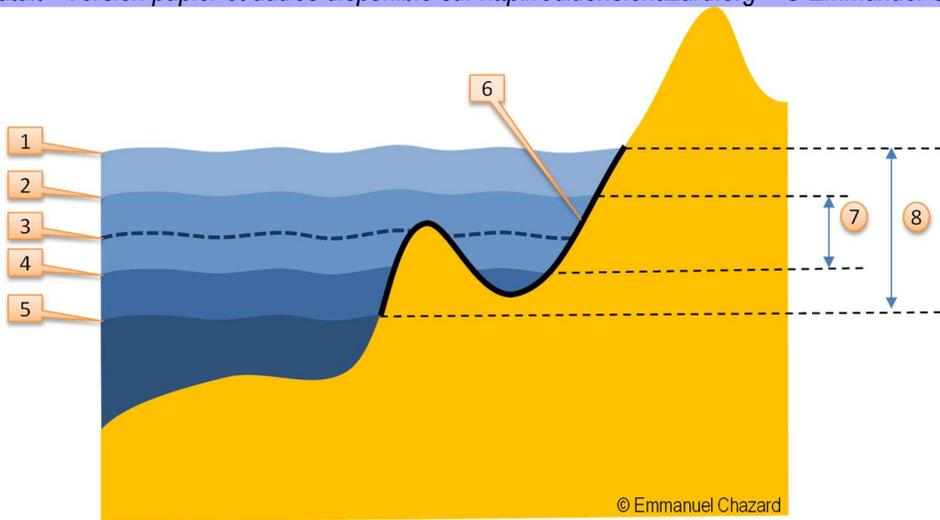

Figure 88. Vocabulaire des marées, mis en situation
La Figure 88 met en situation ce vocabulaire.
La Figure 88 représente le zéro hydrographique (5) (BM de coefficient 120) et la plus haute mer (1) (PM de coefficient 120). Entre les deux se trouvent la hauteur moyenne des eaux (3), et la BM et la PM de ce jour (4)(2). On peut s'intéresser aux différences de hauteur : le marnage (7) et le marnage maximal (8). La zone couverte aux plus hautes mers et découverte aux plus basses mers s'appelle l'estran (6). Du point de vue des biologistes ou des artistes, l'estran est la zone « souvent » couverte et découverte (ex : la zone de sable dur et humide sur les plages). Du point de vue hydrographique, cette zone est définie strictement par les BM et PM de coefficients 120, il est donc possible que certaines sous-zones de l'estran soient très rarement émergées, ou d'autres très rarement immergées.